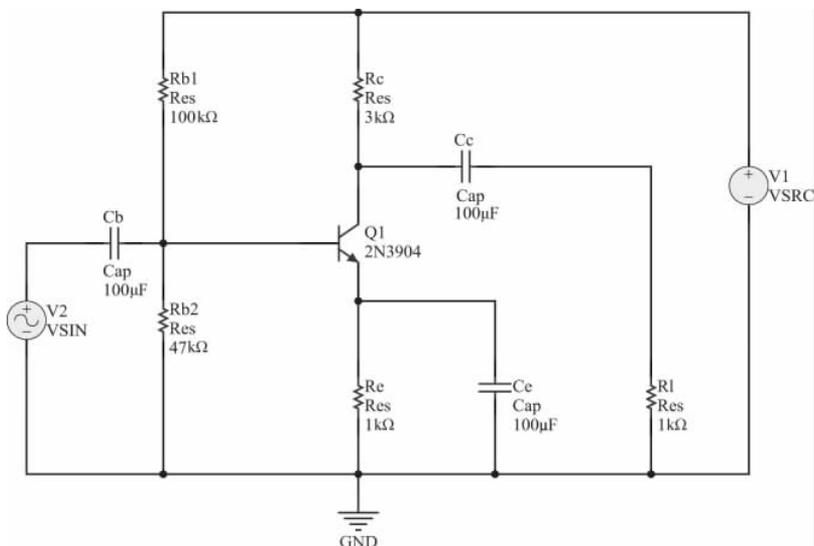

图 3-81 为电路元器件和信号源分配唯一的标识符
(5) 按照前面所介绍的为元器件分配标识符的方法, 为电路中的元器件和信号源分配唯一的标识符。图 3-81 给出分配完标识符后的原理图界面。